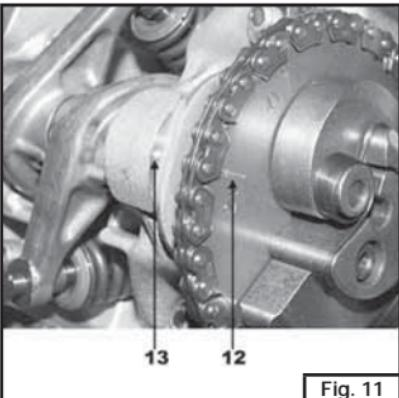

Fig. 11
- Montare la catena di distribuzione sulla corona dentata ed inserirla sull'albero a camme, allineando la linea di riferimento 2V (**Fig.11-part.12**) con la tacca presente sulla testa (**Fig.11-part.13**).
- Fit the gearing chain on the crown gear and insert it on the camshaft, aligning the reference line 2V (**Fig.11-part. 12**) with the notch on the head (**Fig.11-part.13**).
- Montez la chaîne de distribution sur la couronne dentée et introduisez-la sur l'arbre à cames en alignant la ligne de repère 2V (Fig.11-det. 12) avec le cran sur la culasse (Fig.11-det. 13).